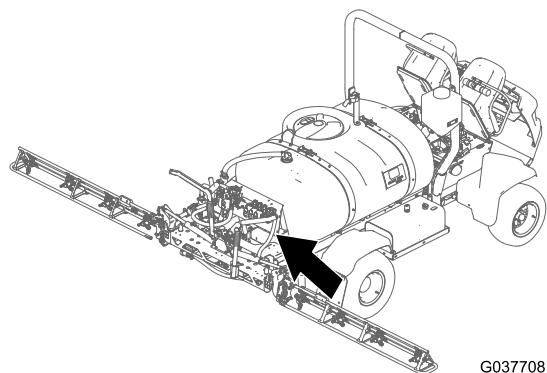
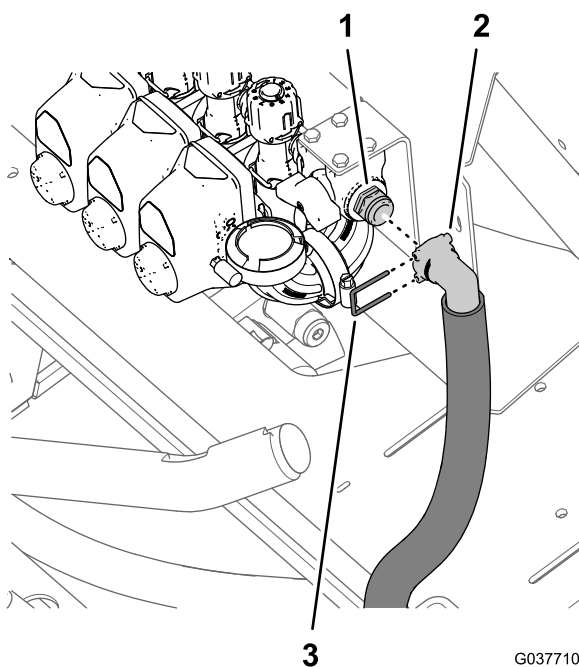

Figure 77
Figure 78
- Assemblez le raccord à 90° cannelé du flexible de vidange (2,5 x 64 cm) au raccord rapide sur la vanne de coupure de dérivation (Figure 77 et Figure 78).
- Fixez le raccord à 90° au raccord rapide à l'aide de l'étrier fourni avec l'ensemble flexibles de dérivation et de vidange (Figure 78).